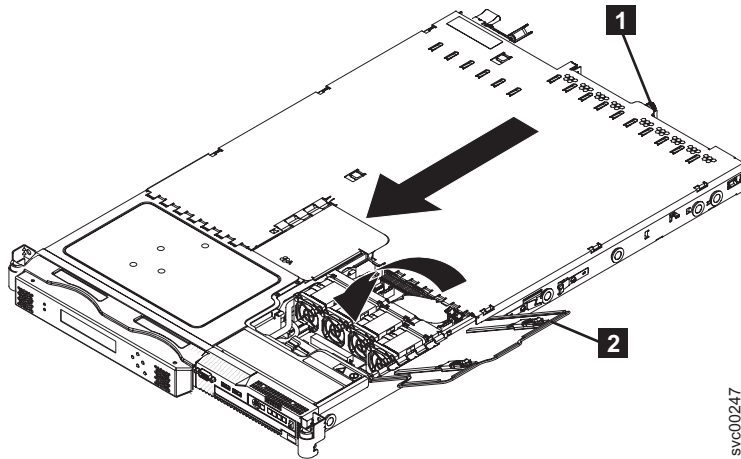

図 55. ファン・ドアを開いた状態の SAN ボリューム・コントローラー 2145-8G4
3. カバーが SAN ボリューム・コントローラー 2145-8G4 上のすべての差し込みタブに正しく噛み合うまで、つまみねじ (80 ページの図 55 に示す) **1** を締めません。